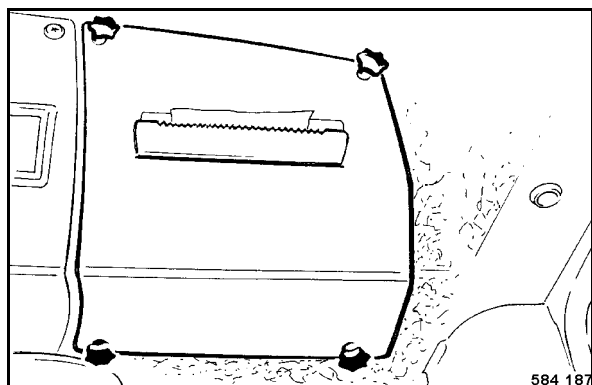

Fig. 107
- Dévisser les poignées en étoile (Fig. 107) et retirer le cache.